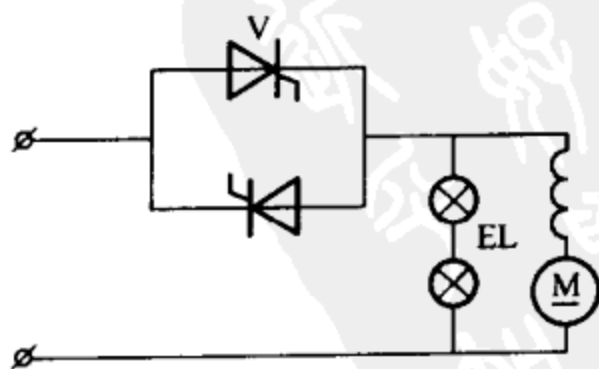

图 3-3 灯泡替代续流二极管示意图
二极管，如图 3-3 所示。灯泡的效果虽说没有二极管好，但在中小电机的调速线路中还是可以胜任的。特别是在单相半波可逆线路中，直接采用灯泡续流更方便。其优点有二：①灯泡规格多，信手可得；②可作维修人员和操作人员监视晶闸管状态之